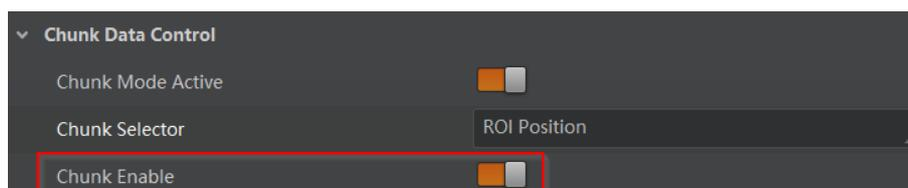

图7-7 启用 Chunk Enable 参数
3. 启用 *Chunk Enable* 参数，即可嵌入相应信息，如图 7-7 所示。